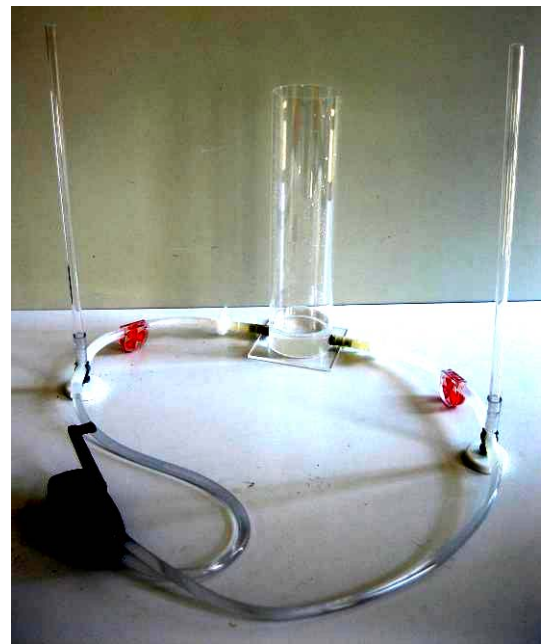

Abb.: 12 Die Füllhöhe zeigt den Druck an.
- Bauen wir an verschiedenen Stellen „Steigröhren“ ein, so können wir sehen, dass das Wasser „von allein“ von hohem zu tiefem Druck und in der Pumpe gegen eine Druckdifferenz, vom tiefen zum hohem Druck strömt (Abb. 12).